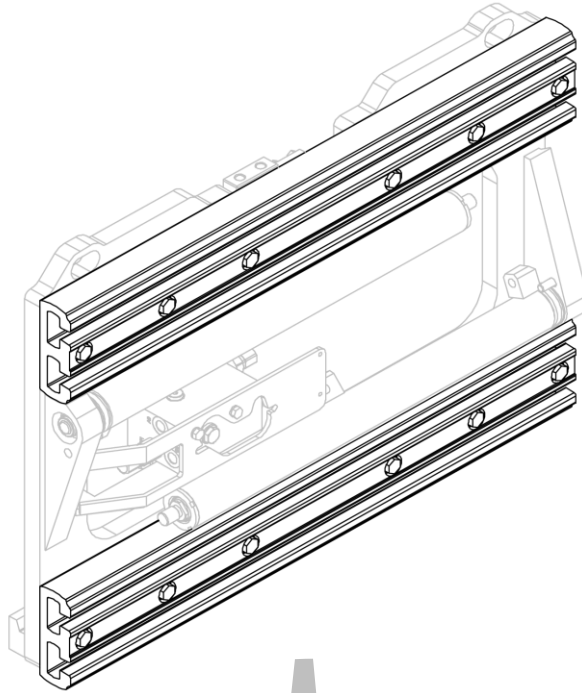
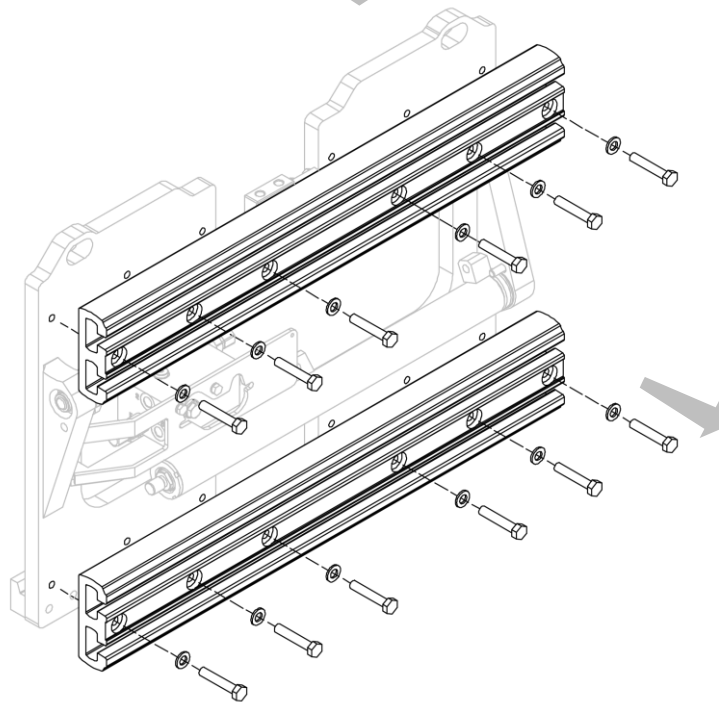

Figura 28
Figura 29
2. Rimuovere, uno per volta, i profili in alluminio dopo aver svitato le apposite viti (vedi *Figura 28* e *Figura 29*).